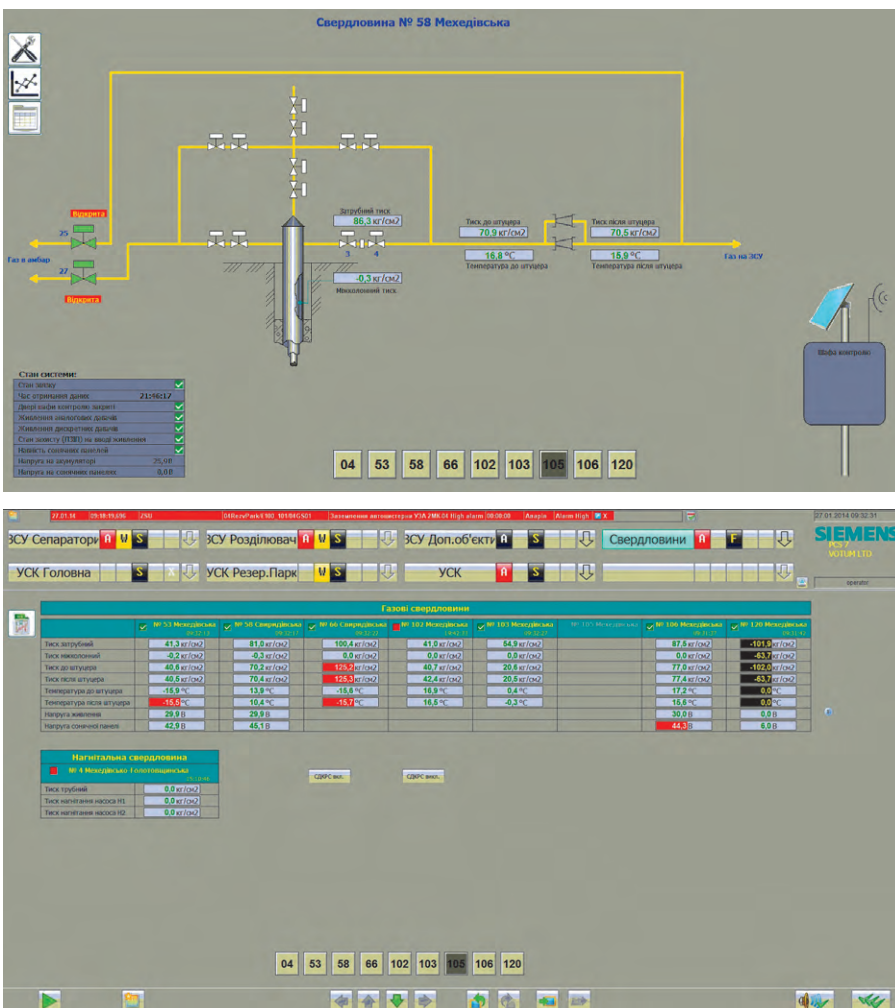

Рис. 7. Мнемосхемы скважин
Весь аппаратно-программный комплекс интегрирован в систему управления SIMATIC PCS7. Операторская станция выполнена на базе персонального промышленного компьютера с соответствующим программным обеспечением (WinCC фирмы Siemens) для обработки, архивации и визуализации полученной информации. В операторной УКПГ (рис. 6) размещается операторская станция (OS), на которую поступает информация от контроллеров через внешний модем (PSI-GPRS/GSM-MODEM), соединённый с OS по интерфейсу Ethernet. Модем по запросу операторской станции принимает информацию от локальных контроллеров скважин по GPRS-каналу (протокол TCP/IP) и выводит эту информацию на экран монитора (рис. 7).